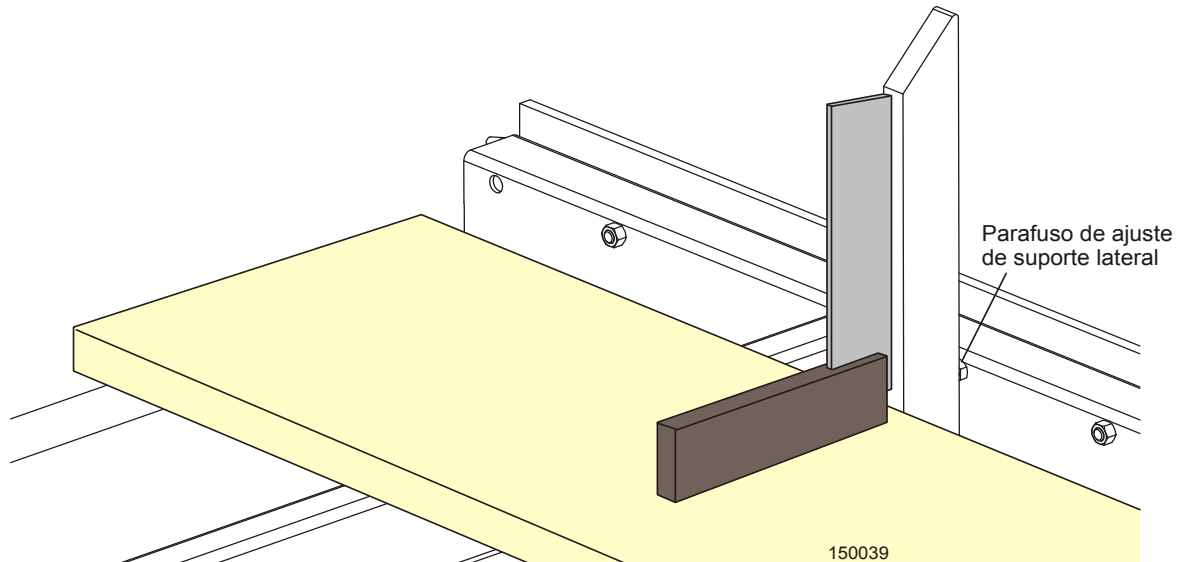

FIGURA 8-8
**Consulte a figura 8-8.** Solte o parafuso de ajuste superior, ajuste o suporte lateral e reaperte o parafuso. Gire o parafuso de ajuste no sentido anti-horário para inclinar a